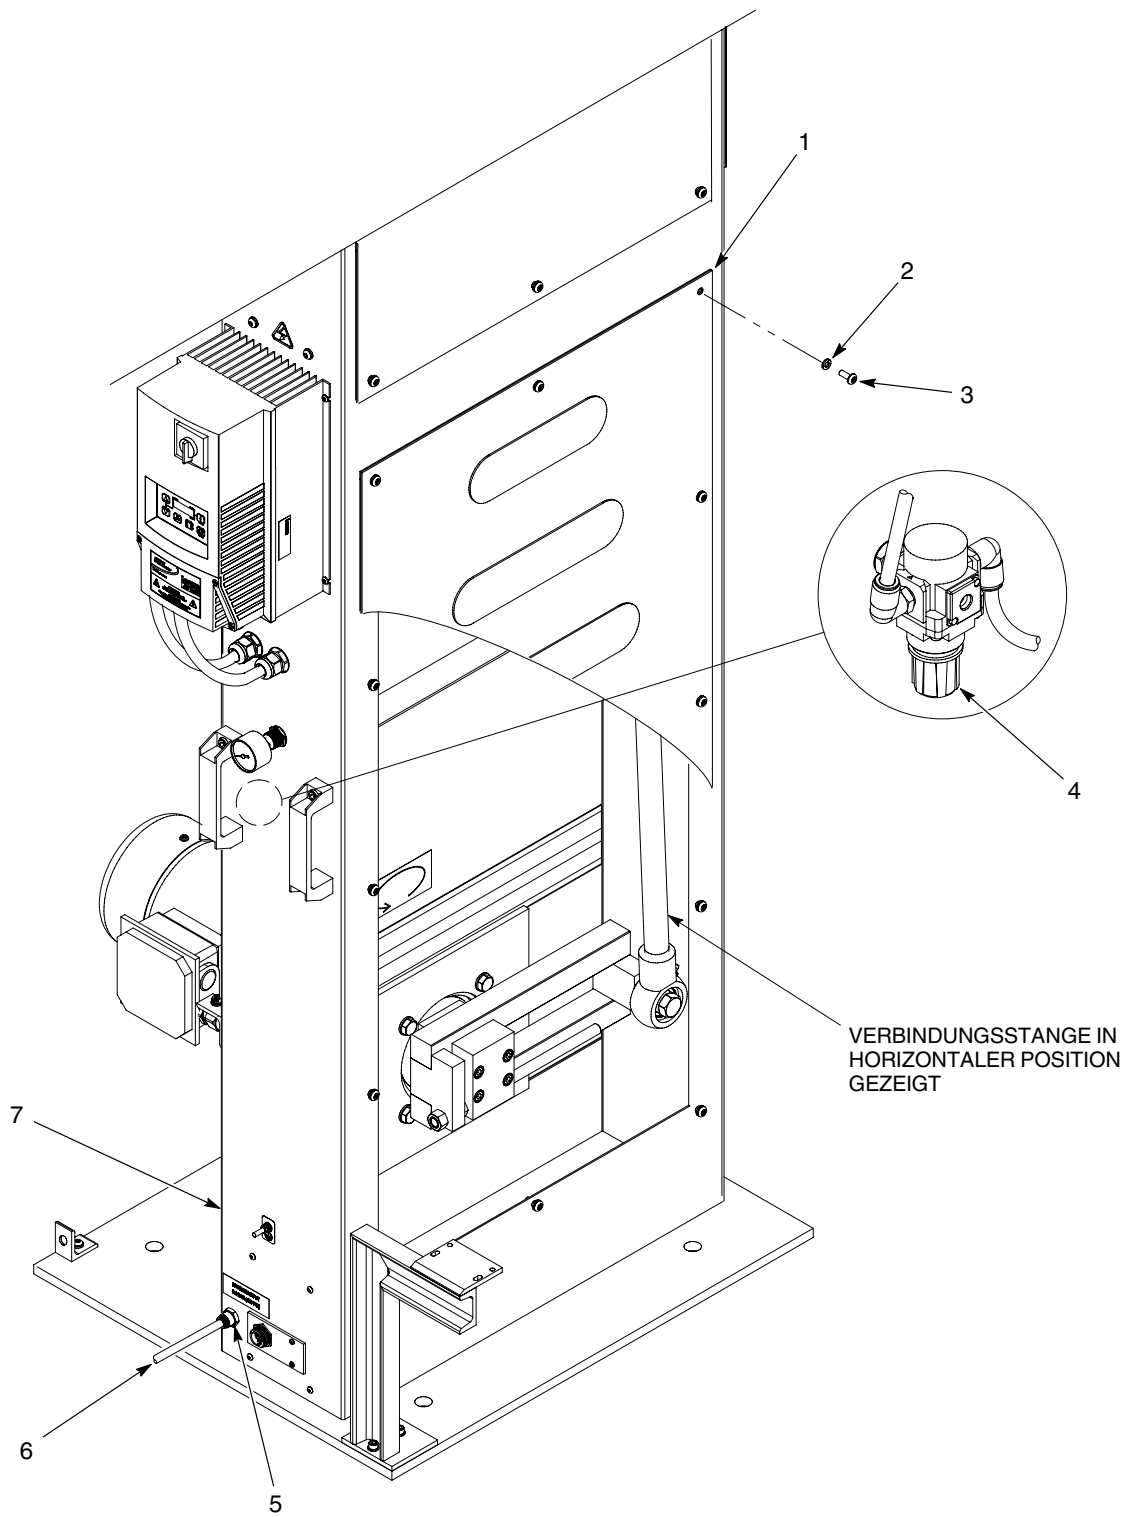

Abb. 8 Anschluss der Luftzufuhr
1. Siehe Abbildung 8. Eine 8-mm-Luftversorgungsleitung (6) an der Luftverschraubung (5) am Hubwerk (7) anschließen.